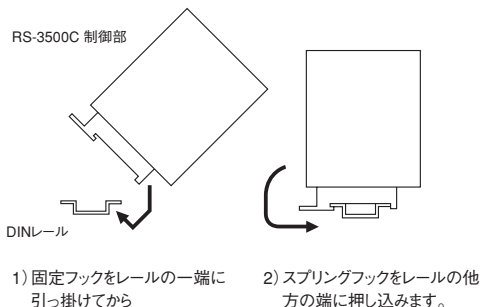

図1
(1) DINレールに取り付ける場合は、下図1のようにして取り付けてください。